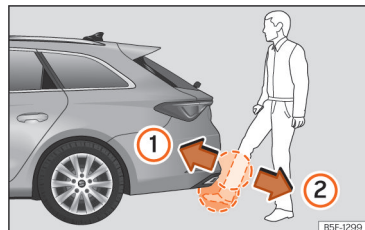

Рис. 83 Кришка багажника з функцією безконтактного відкриття й закриття (Easy Open).
- Одним швидким рухом підведіть одну ступню й гомілку якомога ближче до бампера. Гомілка повинна знаходитися біля верхнього датчика, а стопа — біля нижнього датчика **»» рис. 83 ①**.
- Швидко заберіть ступню й гомілку від сенсорів **»» рис. 83 ②**. Кришка багажника автоматично відкриється.